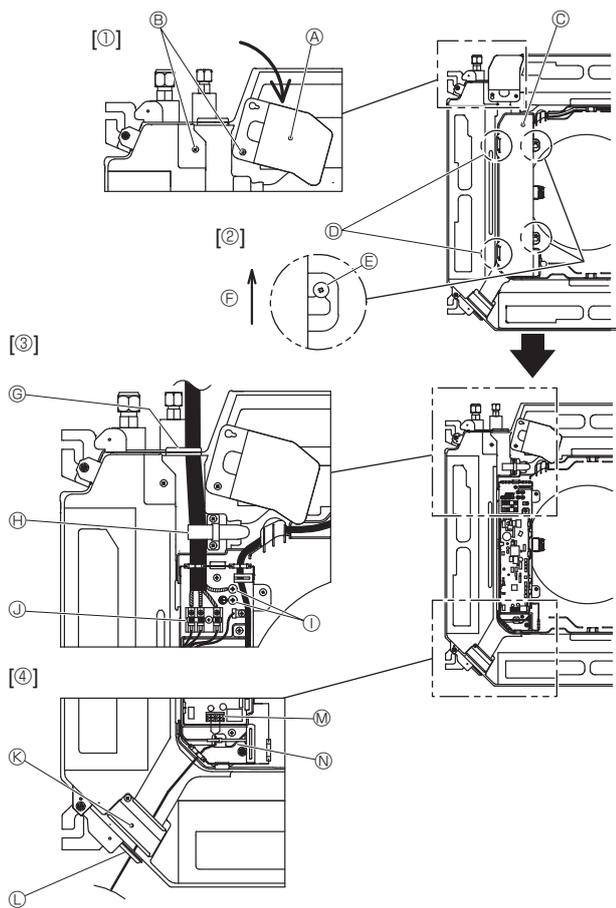
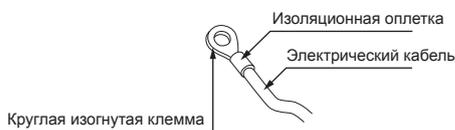
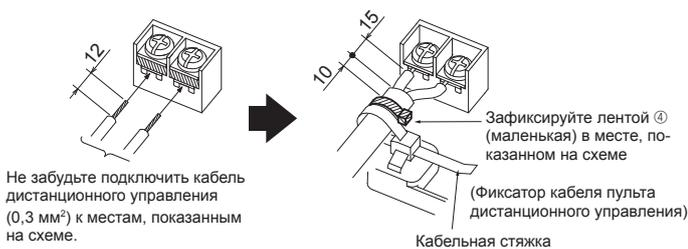

Fig. 6-1
Fig. 6-2
Fig. 6-3
6.1. Внутренний прибор (Fig. 6-1)
1. Ослабьте 2 винта, обеспечивающих фиксацию сервисной панели электропроводки, а затем поверните ее. [Fig. 6-1 ①]
2. Ослабьте 2 винта, крепящих крышку распределительного щита, а затем сдвиньте ее. [Fig. 6-1 ②]
3. Проложите силовую кабель, соединительный кабель внутреннего/наружного прибора и кабель заземления через вводы проводки, указанные на диаграмме. [Fig. 6-1 ③] Поместите экранированную часть силового кабеля и внутреннего/наружного соединительного кабеля в распределительный щит. Используйте круглые изогнутые клеммы как клеммы внутреннего/наружного соединения и дополнительный комплект клемм источника электропитания. [Fig. 6-2]
В случае невозможности использовать круглые изогнутые клеммы, следуйте порядку, указанному на Fig. 6-3–6-6.
4. Проложите кабель управления через вводы проводки, указанные на диаграмме. [Fig. 6-1 ④, Fig. 6-3]